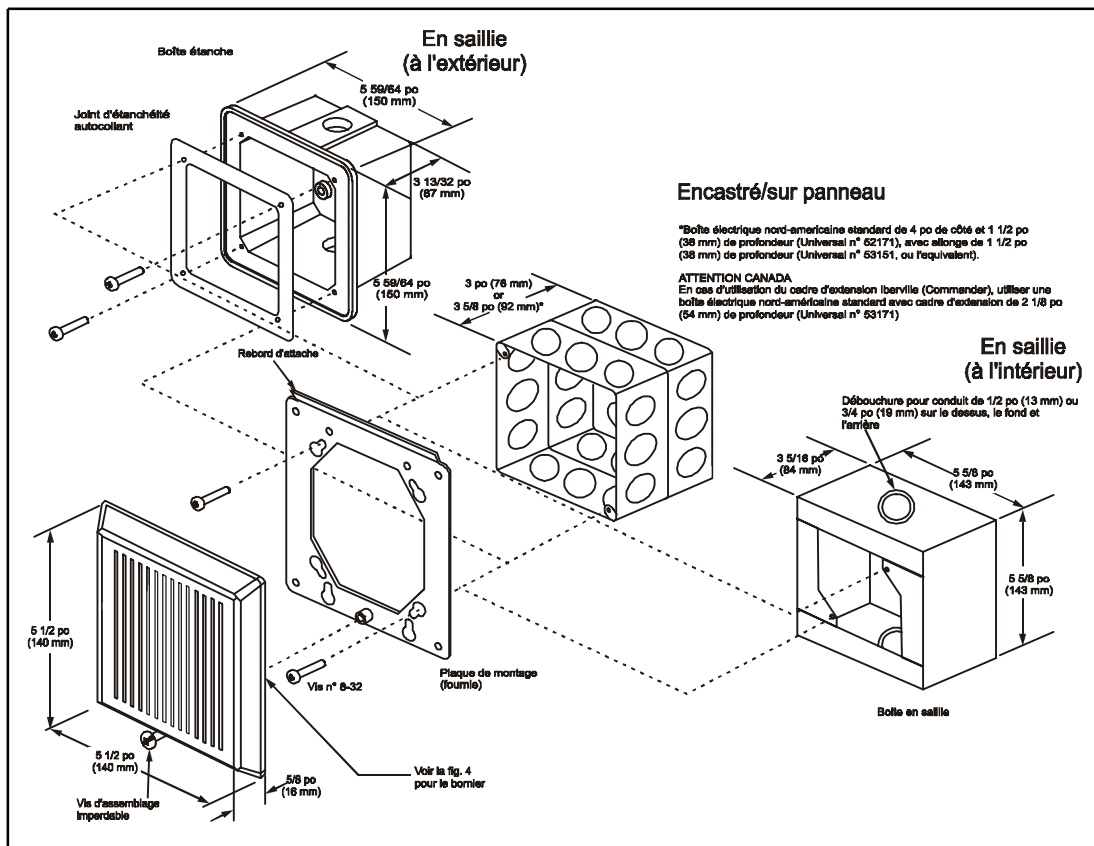

Figure 1. Fixation du klaxon
1. Choisissez la méthode de montage (voir la figure 1) et installez la boîte électrique au moyen des accessoires de fixation appropriés.
Remarque : Le rebord d'attache doit être vers l'extérieur, comme illustré sur la figure 1.
5. Fixez le klaxon sur la plaque de montage (Fig. 1) :